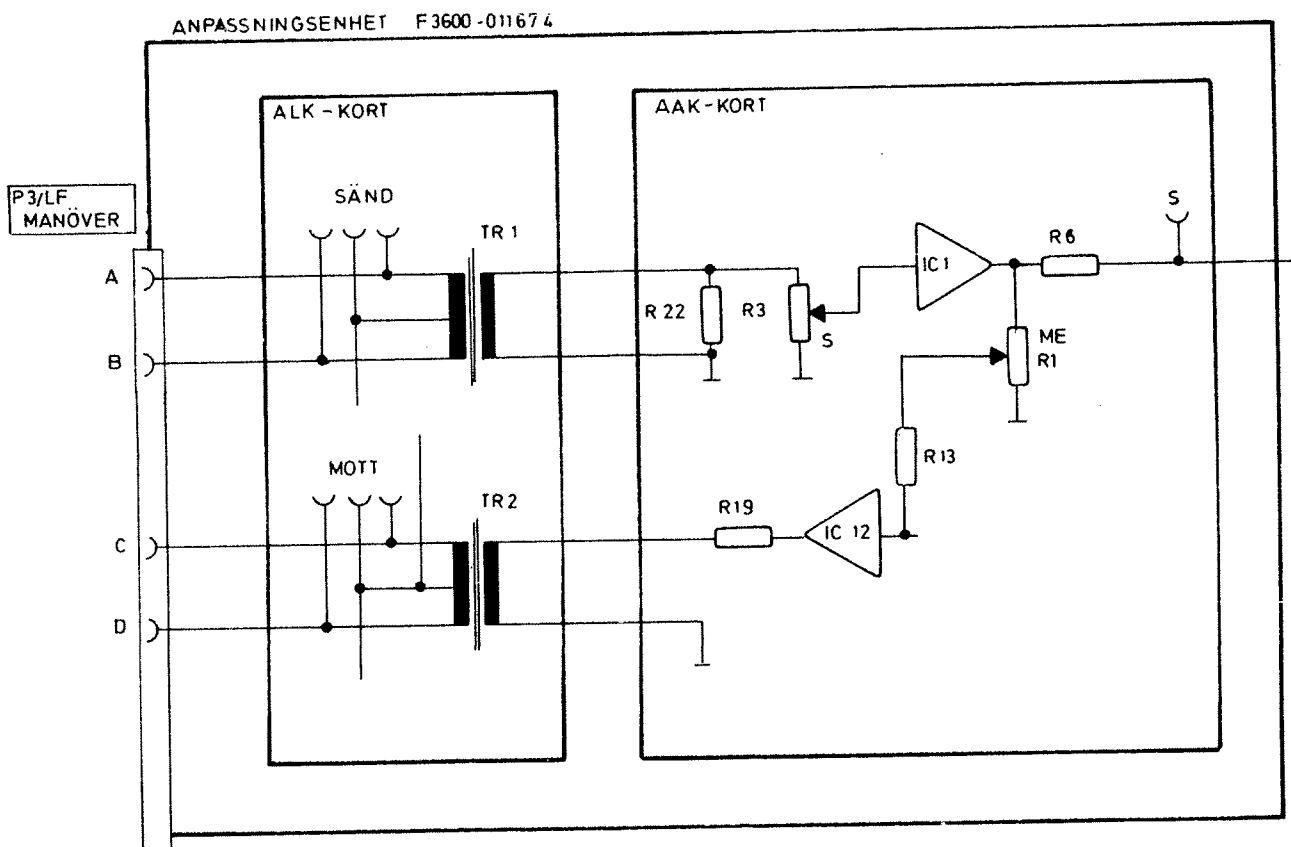

Bild 34
- Anslut därefter URI-metern till anpassningsenhetens mätuttag MOTT för aktuell kanal på ALK-kortet, se bild 34.